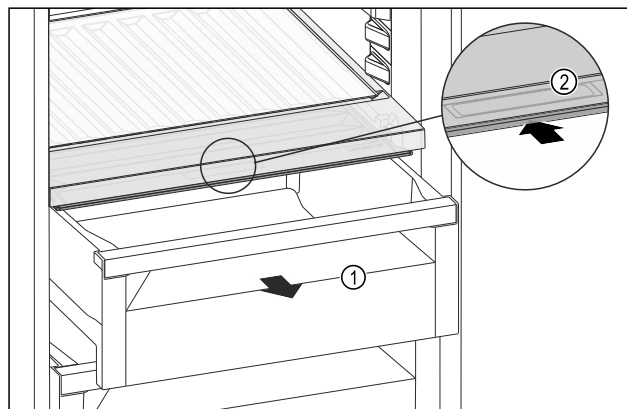

Fig. 263
- ▶ Trekk ut skuffen Fig. 263 (1).
- ▶ Ta tak i det innfelte grepet Fig. 263 (2) på løkket, og skyv løkket samtidig bakover.